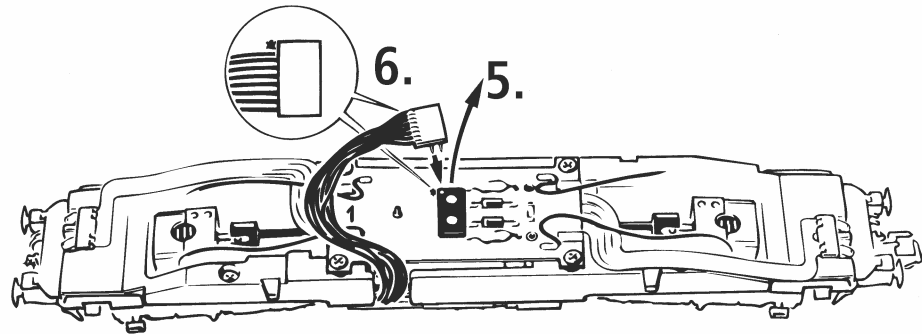

Fig. 8
3. Lämpchenwechsel: Bitte nehmen Sie zuerst das Lokgehäuse ab (Fig. 3). Danach können Sie die **Lämpchen** wechseln (Fig. 8).
3. Remplacement des ampoules: Veuillez démonter d'abord la caisse de votre locomotive (fig. 3), puis vous pouvez **échanger les ampoules** (voir fig. 8).
3. Verwisselen van de lichten: Verwijder eerst de loc-kap (Fig. 3) en verwissel dan de lampjes (Fig. 8).